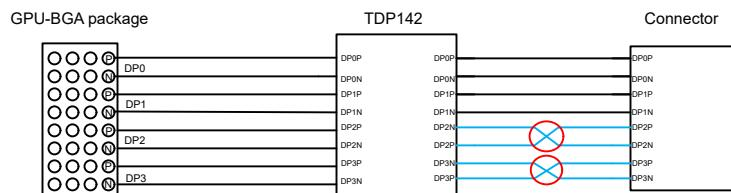
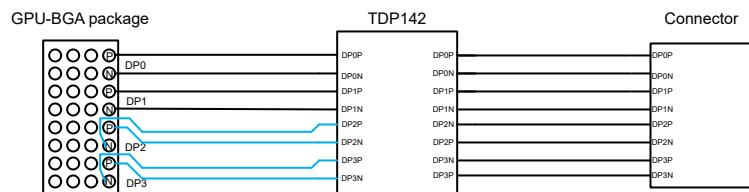

图 8-7. 布局示例：输出上的信号交叉处理
图 8-8. 布局示例：INDP2 和 INDP3 极性交换
10. 由于器件输出引脚和连接器之间的接线不匹配，布局可能会在 OUTDP2 和 OUTDP3 上出现信号交叉（参阅 图 8-7）。一个选项是当 GPU 采用 BGA 封装时，在器件的输入端进行极性交换，以减少所使用的 VIAS 的数量。
下图展示了调整器件输出与 DisplayPort 连接器之间在采用 BGA 封装的源端上接线不匹配的方法。图 8-7 展示了 TDP142-Q1 和连接器之间的交叉部分。通常会应用过孔来避免交叉，但使用过孔会影响信号完整性。因此，TDP142-Q1 的输入端可以实现极性互换。图 8-8 显示，通过极性互换，TDP142-Q1 与连接器之间不再有交叉部分，从而最大程度减少过孔的使用。请注意，该选项仅对采用 BGA 封装的源端有用。